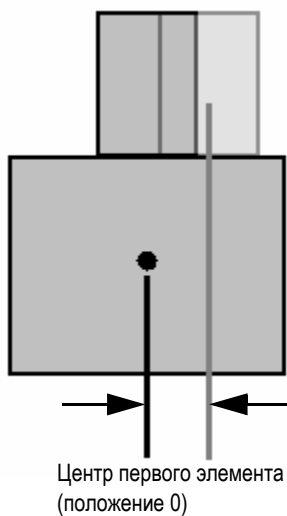

Рис. 4-8 Вторичное смещение
- e) Выберите **Вторич. смещ.** и введите **0**, чтобы показать, что преобразователь центрирован на призме на вторичной оси. Если преобразователь не центрирован на призме, введите соответствующее значение (см. Рис. 4-8 на стр. 107).